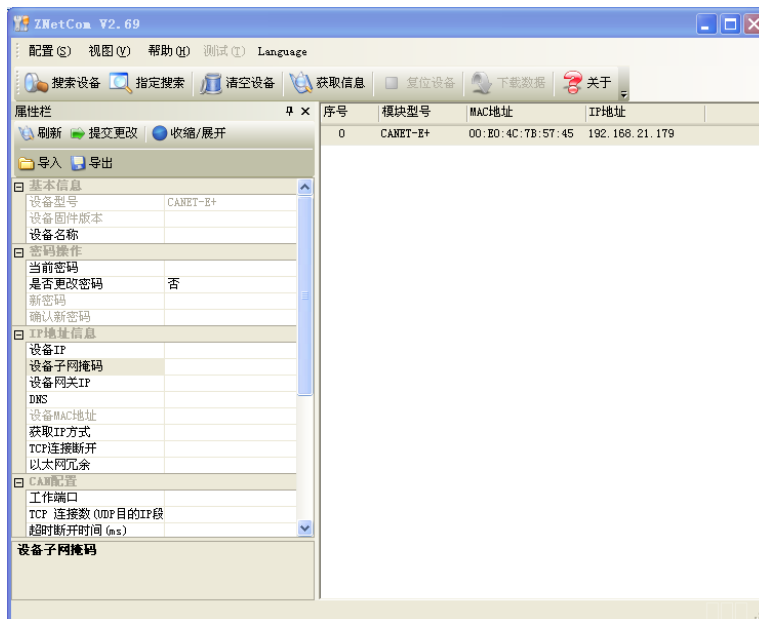

图 4.1 ZNetCom 软件运行界面
3. 单击  运行 ZNetCom 软件，出现如图 4.1 所示界面。